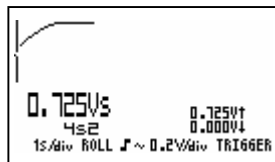

Fig 57
- 'roll' = roll mode (fig 57)
- '*roll*' = rolmode (fig 57)
- '*roll*' = mode 'roll' (fig 57)
- '*roll*' = Rollmodus (fig 57)